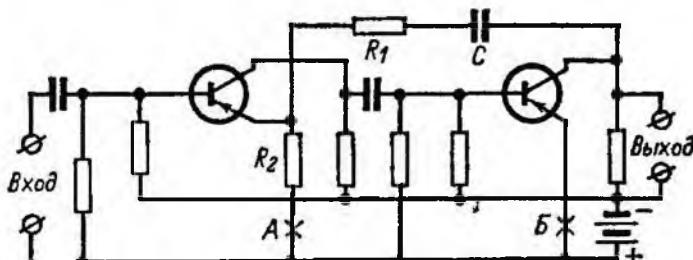

Рис. 62. Смещенная (последовательно-параллельная) схема обратной связи, охватывающей два каскада усилителя низкой частоты.
**Л.** — И в этом нет ничего удивительного... Но вот схема, которая должна тебе понравиться (рис. 62). В ней как раз два низкочастотных каскада с резистивно-емкостной связью. С выхода через конденсатор  $C$  мы снимаем с помощью резисторов  $R_1$  и  $R_2$  часть напряжения, чтобы подать его на эмиттер первого транзистора.
Н. — Но вернемся к моему дяде; если я правильно понял, то можно скомпенсировать влияние температуры на схему усилителя (рис. 62), включив резисторы в точках А и Б.